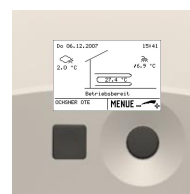

Figura 2: Interfaccia
B) Pannello di interfaccia base (Figura 2)